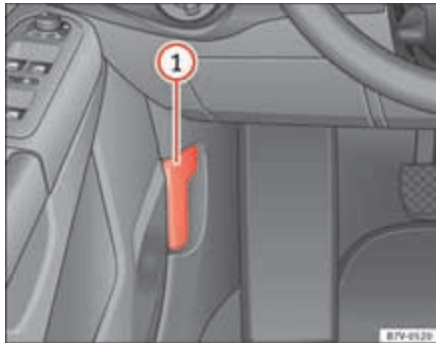

Abb. 163 Im Fußraum auf der Fahrerseite: Hebel zum Entriegeln der Motorraumklappe.
- Entriegelungshebel in Pfeilrichtung ziehen ⇒ Abb. 163. Die Motorraumklappe springt durch Federkraft aus der Verriegelung des Schlossträgers ⇒ ⚠.